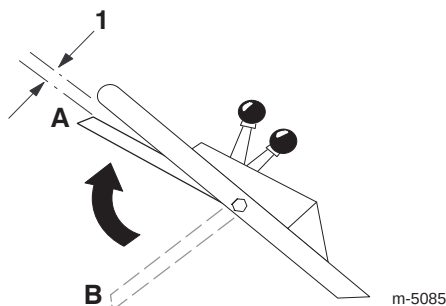

Figura 13
9. Levante la barra de control hasta unos 2,5 cm del manillar; consulte la posición **A** de la Figura 13.